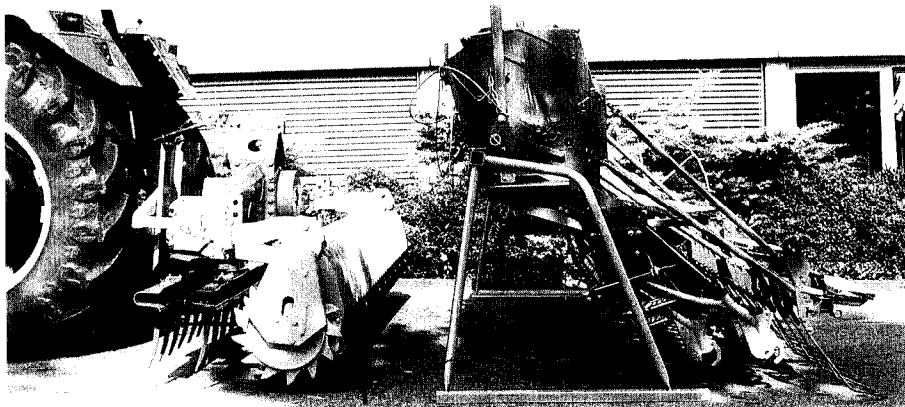

Fig. 12
- Kør baglæns hen til støttebenene på påbygningssåmaskinen (Fig.12)
- Løft hele kombinationen og afmonter støttebenene (Fig.12/1).
- Kør baglæns med kombinationen hen mod afstillingsbenene på påbygningssåmaskinen (se Fig.12).